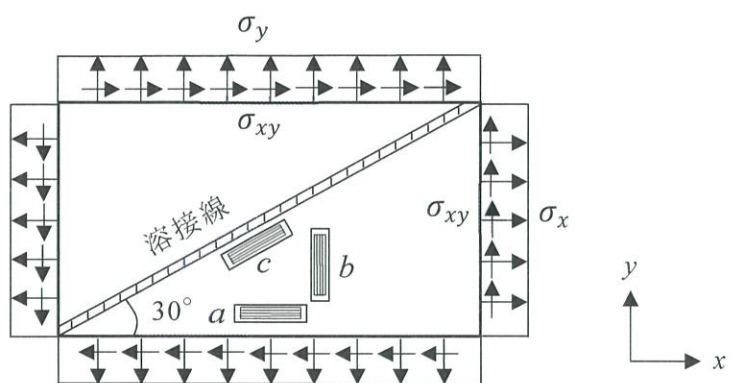

图 1-2
次に，図 1-2 のように，同じ長方形板が垂直応力  $\sigma_x$ ， $\sigma_y$ ，せん断応力  $\sigma_{xy}$  を受けているケースを考える．
- (3) 図 1-2 のように，ひずみゲージ  $a, b, c$  を，それぞれ  $x$  方向， $y$  方向，溶接線に平行に配置した．それぞれのひずみゲージで得られたひずみは， $\varepsilon_a = 1100 \times 10^{-6}$ ， $\varepsilon_b = 200 \times 10^{-6}$ ， $\varepsilon_c = 200 \times 10^{-6}$ であった．応力  $\sigma_x$ ， $\sigma_y$ ， $\sigma_{xy}$  の値を求めよ．